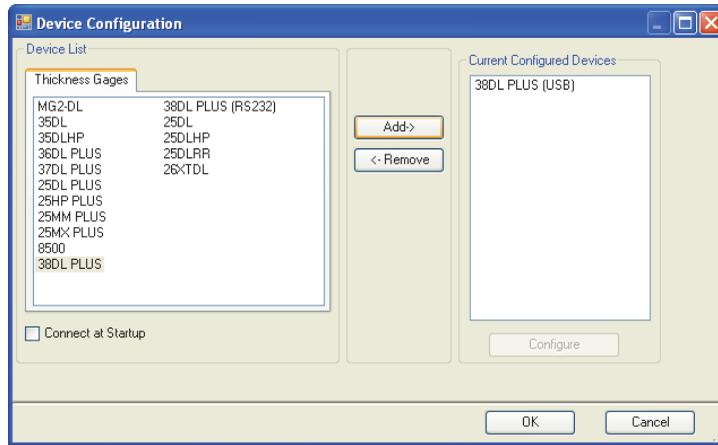

Figura 14-7 La finestra di dialogo Device Configuration (configurazione dispositivo)
- b) Nella finestra di dialogo **Device Configuration** (configurazione dispositivo) [vedere Figura 14-7 a pagina 285]:
- (1) In the **Device List** (elenco dispositivi), selezionare 38DL PLUS, ed in seguito cliccare su **Add** (aggiungi).